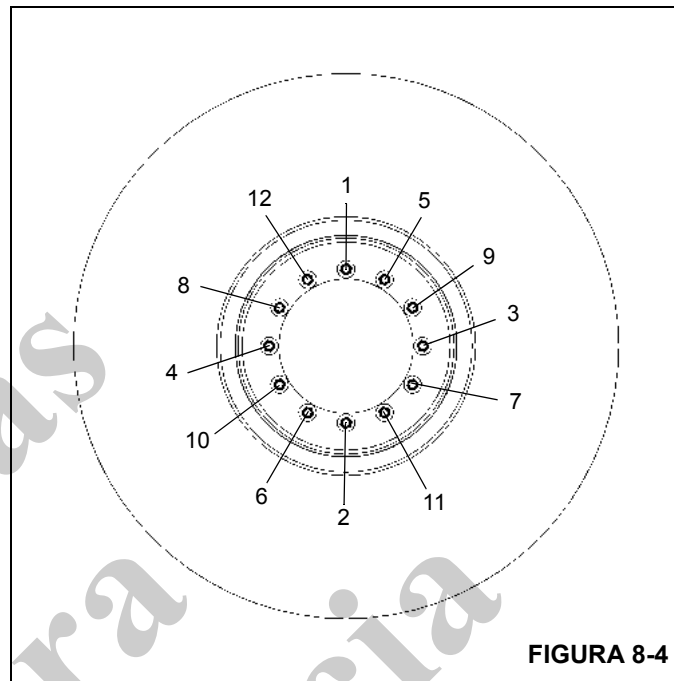

FIGURA 8-4
1. Posicione o conjunto da roda nos prisioneiros de montagem, tendo o cuidado de não danificar as roscas. Instale as porcas parafuso e aperte-as com um torque de 68 Nm (50 lb-pé) na sequência mostrada na (Figura 8-4).
3. Aperte as porcas parafuso com um torque de 461 a 488 Nm (340 a 360 lb-pé) na sequência mostrada na (Figura 8-4).